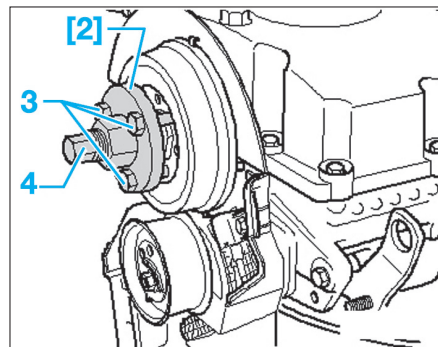

Fig. 32
- Visser les vis de fixation (3) (Fig.32) dans le moyeu.